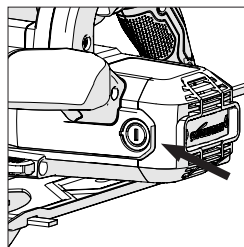

Fig. 17
- Desfaceți capsele de plastic din spatele carcasei motorului. (**Fig. 17**) Aveți grijă, căci capsele sunt cu arc.